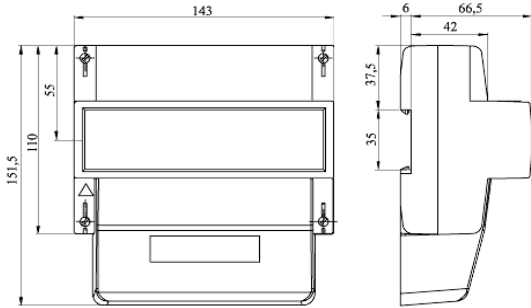

Рисунок 1 - Загальний вигляд лічильника CE303-U в корпусі R33
2.1.11 Загальний вигляд, габаритні та установочні розміри лічильника наведені на рис.1.